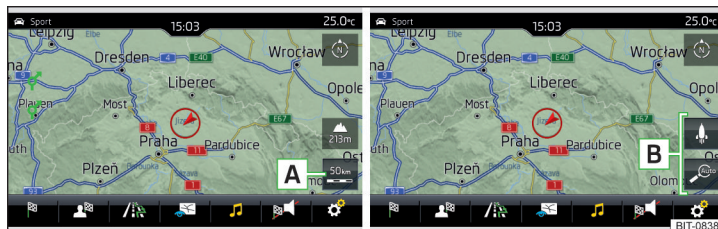

Abb. 170 Funktionsflächen für die Kartenmaßstabsänderung
► Die Funktionsfläche **A** » Abb. 170 antippen.
Im Bereich **B** » Abb. 170 werden Funktionsflächen für die Kartenmaßstabsänderung eingeleuchtet.